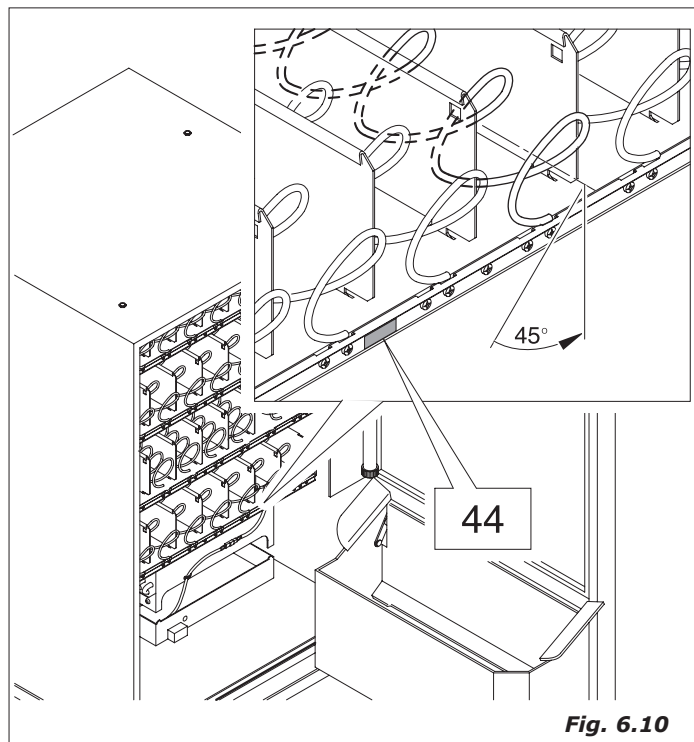

Fig. 6.10
- cada espiral pode ser roteada de 45° por vez (*fig. 6.10*) para encontrar a posição ideal por cada tipo de produto. Para a regulação ver o apêndice capítulo.